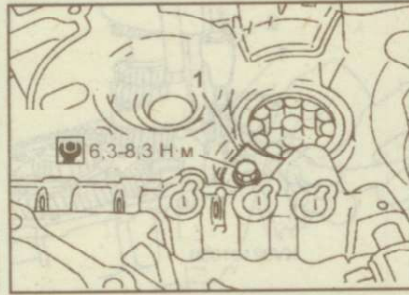

Рис. 9.146. Установка держателя (1) переднего подшипника вторичного вала
8. Установите держатель переднего подшипника вторичного вала и закрепите болтами, затянув их указанным моментом (рис. 9.146).